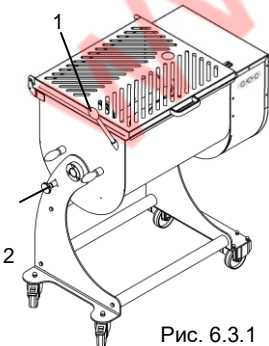

Рис. 6.3.1
- Коли миска знаходиться в горизонтальному положенні, візьміться за ручку рядок заголовка чаші «1» Рис. 6.3.1
- Потягніть ручку фіксатора бака «2» Рис. 6.3.1
- Відпустивши чашу для змішування, поверніть (Мал. 6.3.2), потягнувши за ручку нахилу «1» Рис. 6.3.1.